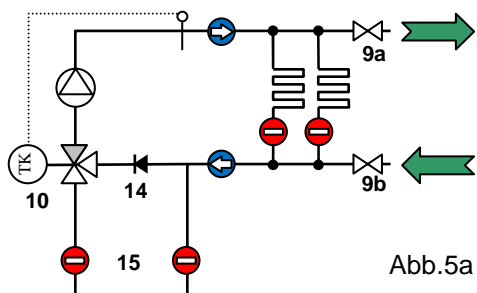

Abb.5a
Następnie napełnić rozdzielacz i zestaw mieszający ciepłą wodą według VDI 2035. Dodatkowo wąż napełniający podłączyć do powrotu (9b) i wąż spustowy do zasilania (9a) (Abb.5a). Zawory (9a und 9b) otworzyć i napełniać rozdzielacz i zestaw mieszający, dopóki woda nie pokaże się na zaworze na zasilaniu (9a). Następnie zamknąć znowu oba zawory. Przy niskiej temperaturze wody czujnik głowicy termostatycznej (10) powinien być wyjęty z tulei zanurzeniowej albo można zamiast głowicy użyć kołpaka ochronnego, żeby był zapewniony przepływ przez zawór 3-drogowy.